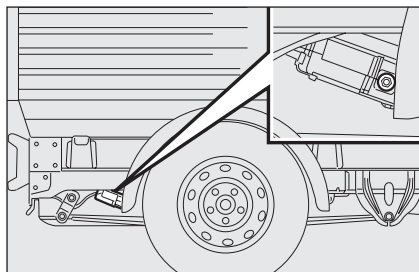

fig. 5
- ☐ Pour les châssis-cabine, à partir de la zone arrière droite du véhicule fig. 5 actionner la vis de manœuvre du dispositif qui retient la roue, en utilisant la clé en dotation;